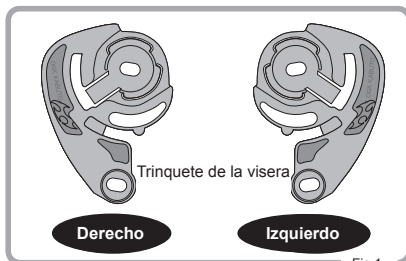

Fig.1
- 1 Primero, compruebe el lado del trinquete de la visera que se muestra en la Fig.1.